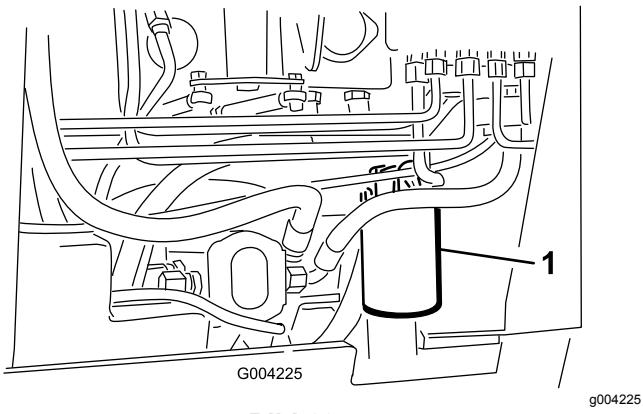

Bild 60
4. Stellen Sie eine Auffangwanne unter den Filter (Bild 60).
5. Entfernen Sie den alten Filter (Bild 60) und wischen Sie die Dichtfläche am Anbaustutzen ab.
7. Drehen Sie den Austauschfilter auf den Anbaustutzen auf (Bild 60). Ziehen Sie ihn nach rechts fest, bis die Gummidichtung den Anbaustutzen berührt. Ziehen Sie ihn dann um eine weitere 3/4 Umdrehung fester.